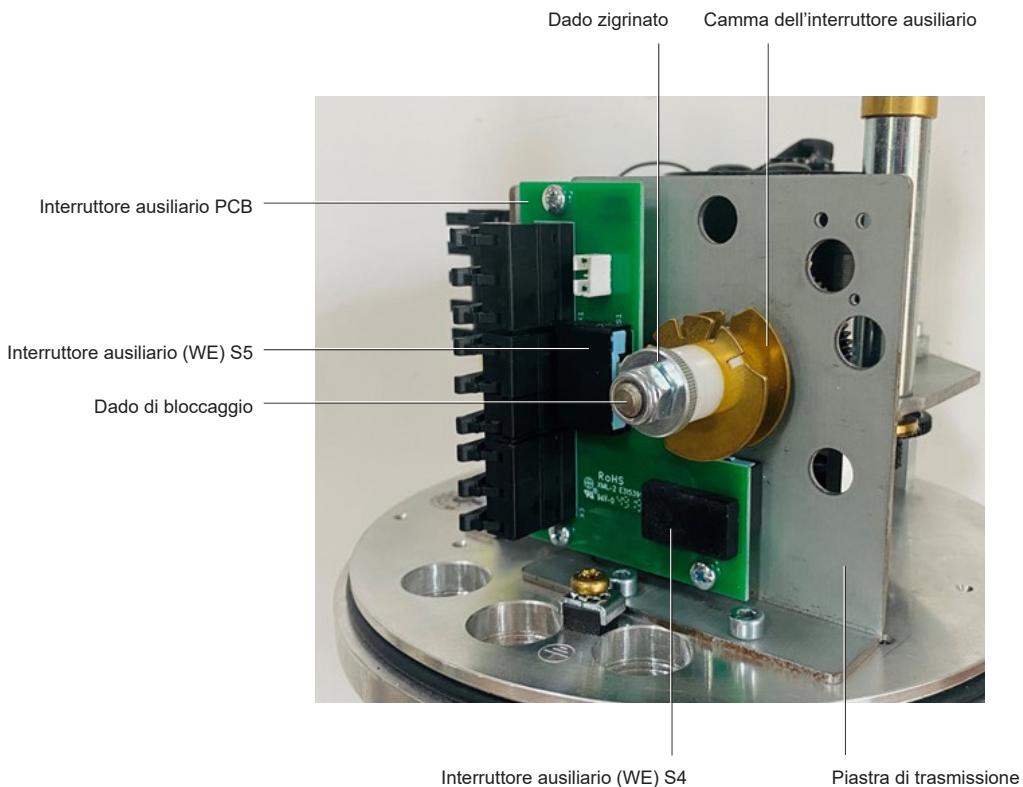

Fig. 9 Disposizione degli interruttori ausiliari di finecorsa (WE) (1-6 kN)
- Montare la piastra di trasmissione completa degli interruttori ausiliari di finecorsa sulla base di supporto. Vedere la Fig. 9 "Disposizione degli interruttori ausiliari di finecorsa (1-6 kN)" per l'orientamento al prodotto